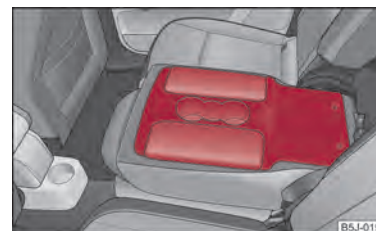

Fig. 43 Scaunele din spate: Cotiera
- Spătarul din centru poate fi rabatat în față ⇒ pagina 54, Rabatarea în față a scaunelor din spate și folosit drept cotieră sau masă cu suport pentru băuturi ⇒ fig. 43.